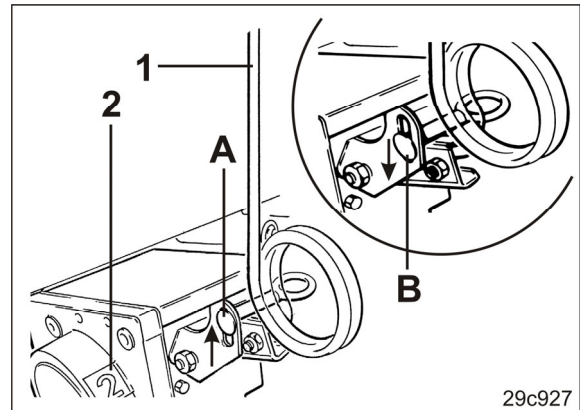

Fig. 208
2. Am Bedienhebel (Fig. 208/1) des Schaltkastens ziehen, wenn die Zahl (Fig. 208/2) im Fenster des Schaltkastens auf „0“ steht. Der Fahrgassenzähler darf nicht „0“ zeigen.
3. Klemmschraube (Fig. 208/A) lösen und im Langloch nach unten schieben und fest anziehen (siehe Fig. 208/B).
Der Fahrgassenzähler (Fig. 208/2) darf nicht „0“ zeigen. Sonst werden ständig Fahrgassen angelegt.